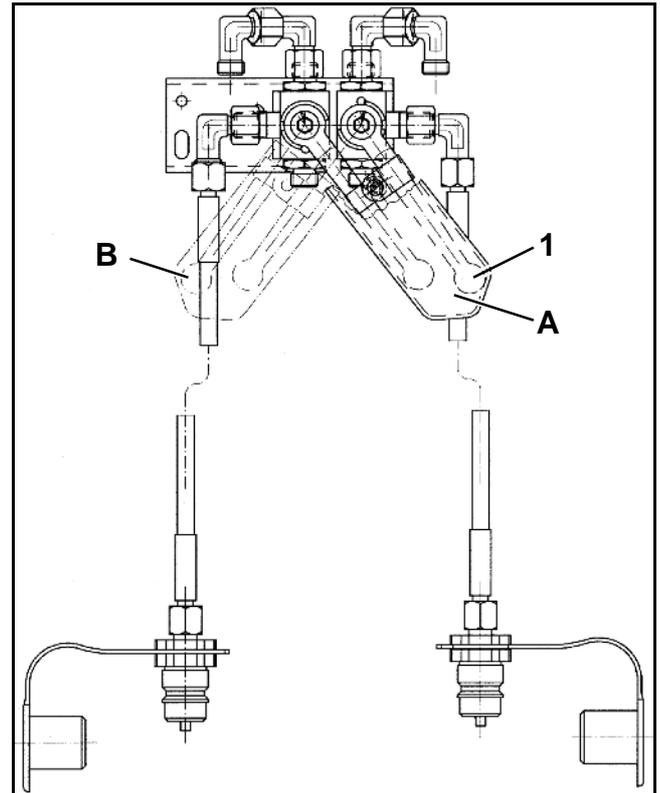

Fig. 8.10
- Pivotar la palanca de mando (Fig. 8.10/1) a la posición "A" y desplegar el brazo lateral de extensión derecho – activando el aparato de control en el remolcador.
- Palanca de mando (Fig. 8.10/1) se encuentra en posición "B". Activar el aparato de control en el remolcador y plegar el brazo lateral de extensión izquierdo.
- Pivotar la palanca de mando (Fig. 8.10/1) a la posición "A". Activar el aparato de control en el remolcador y plegar el brazo lateral de extensión derecho.